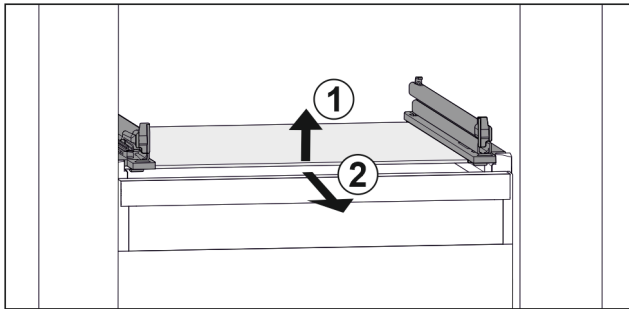

Fig. 32 Beispielhafte Darstellung der Glasplatte
- ▶ Glasplatte vorne anheben. Fig. 32 (1)
- ▶ Glasplatte nach vorne entnehmen. Fig. 32 (2)